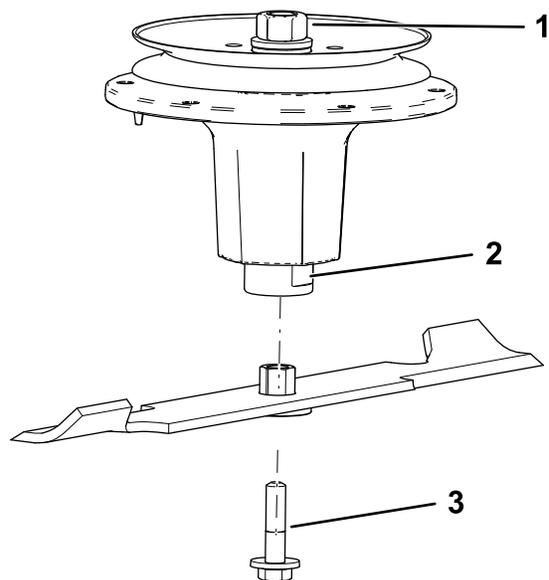

Рисунок 111
2. Вставьте узел втулки/ножа в вал шпинделя (Рисунок 111).